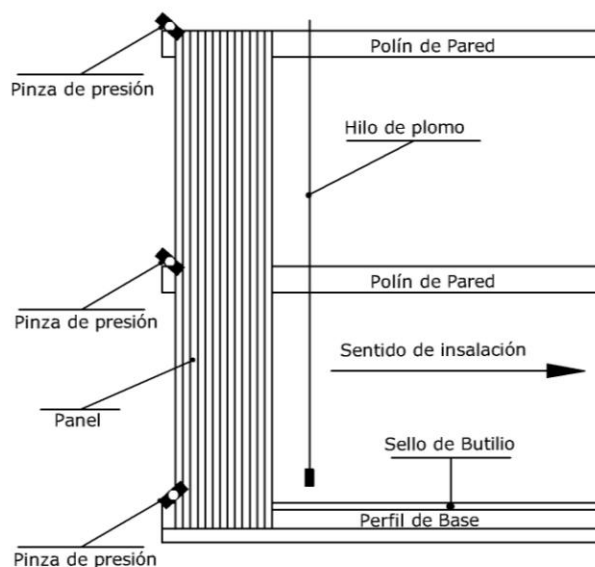

Fig. 5
- 4.3.2** Sobre los diseños constructivos indicar en la vertical el punto de salida del primer panel, teniendo cuidado con la alineación entre ellos. Tal operación puede ser efectuada con hilo y plomada. (Fig. 5)
- 4.3.3** Posicionar el primer panel con la plomada, controlar su verticalidad, después de que se ha sostenido provisionalmente a la estructura mediante las pinzas de presión. (Fig. 5)